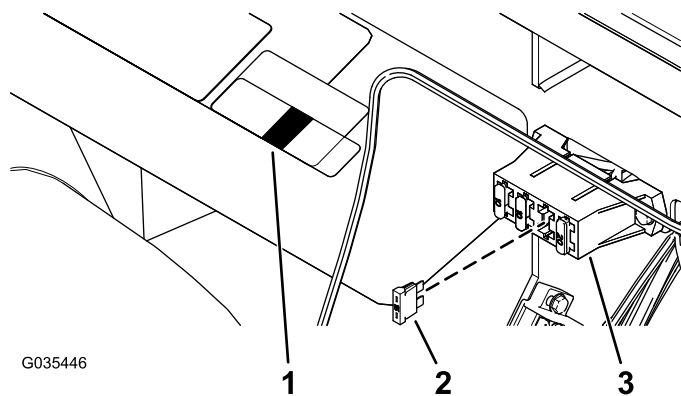
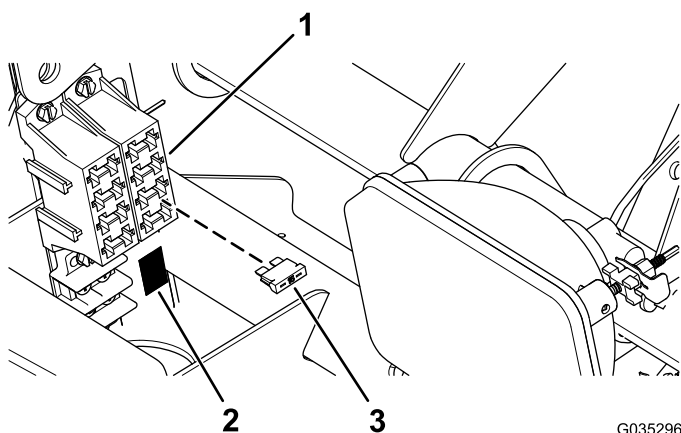

图10
图11
1. 将保险丝（15A）装入保险丝盒，将保险丝标贴粘贴到保险丝盒底部（图10 和图11）。